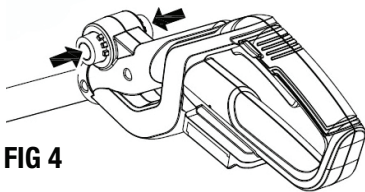

FIG 4
1. Presione dos botones con los dedos y manténgalos presionados como se muestra en la Fig. 4.